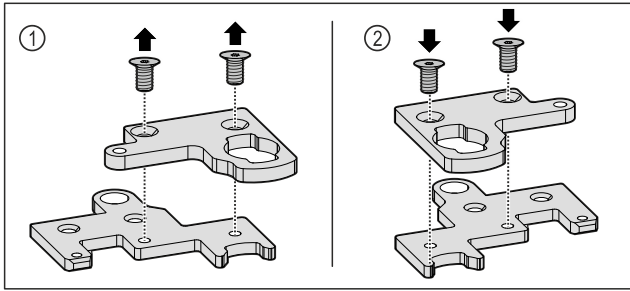

Fig. 35
- ▶ 拆开两件式合页角铁。 Fig. 35 (1)
- ▶ 将两件式合页角铁转动 180° 后重新组装在一起。 Fig. 35 (2)